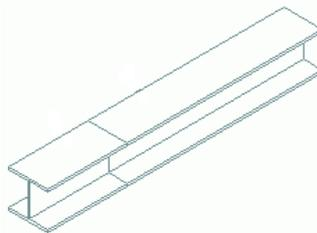

Abbildung 50: Träger teilen
- Wählen Sie ein Benutzer-Koordinatensystem, wie in Abbildung 50 gezeigt.